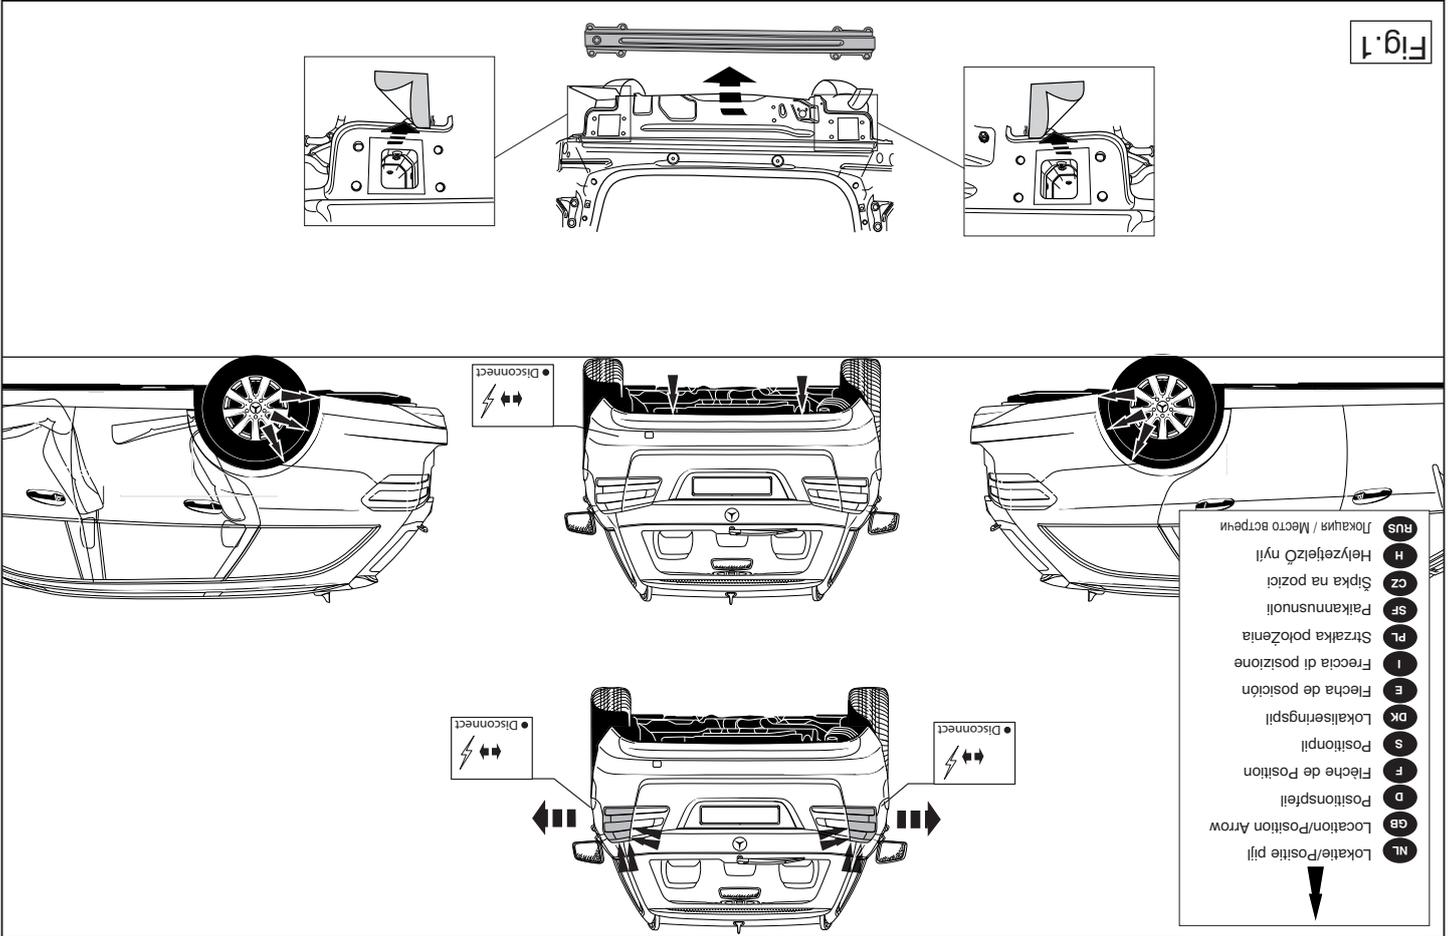

Fig. 1
2. Demonteer de bumper inclusief de stalen stootbalk van het voertuig, de stootbalk wordt niet meer gebruikt. Verwijder de tape links en rechts. Zie fig 1.
2. Remove the bumper and the steel buffer beam from the vehicle. The buffer beam will no longer be needed. Remove the tape to the right and left. See figure 1.
2. Déposer le pare-chocs du véhicule y compris la traverse en acier la traverse ne sera plus utilisée. Enlever l'adhésif à gauche et à droite. Voir la figure 1.
2. Demonter kofangeren, inklusive køretøjets stålstødbjelke. Denne bliver overflødig. Fjern tape til venstre og højre. Se fig.1.
2. Снять бампер вместе со стальным буферным брусом автомобиля буферный брус больше не понадобится. Удалить клейкую ленту слева и справа. См. рисунок 1.